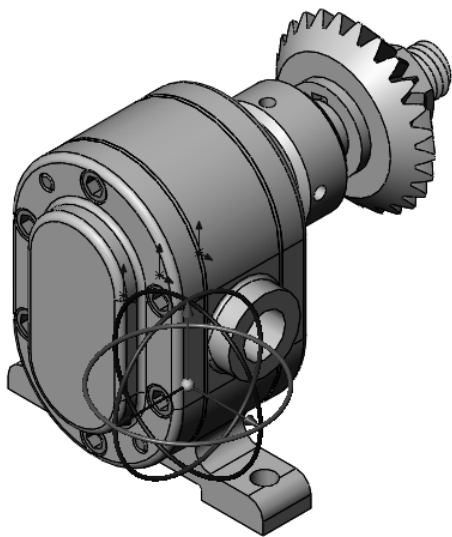

图 10-57 旋转及平移控标将出现图形区域中
- [3] 选取销和螺钉，在操控板中，零部件出现在【爆炸步骤的零部件】中。旋转及平移控标将出现图形区域中，如图 10-57 所示。